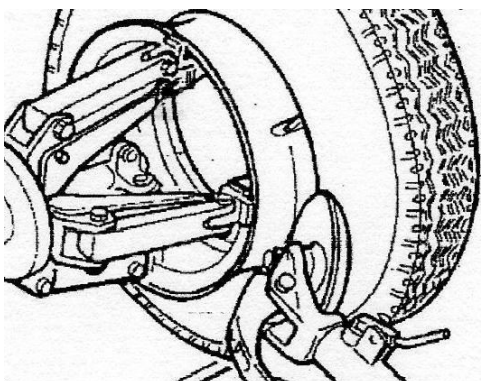

Рисунок 29
– Поверните устройство отжима борта и одновременно переместите диск ближе к шине, следуя контуру разъёмного кольца, пока второй борт не высвободится полностью (примечание: нанесите смазку, осуществляя эту операцию). Продолжайте перемещать диск вперёд, пока с обода не будет демонтирована половина шины (см. Рисунок 29).